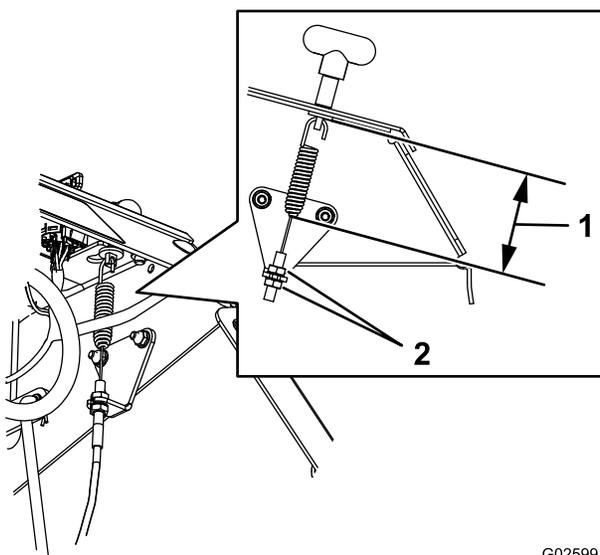

Figura 48
4. Afloje la contratuerca del cable del freno debajo de la consola (Figura 48).
5. Ponga el freno de estacionamiento (Figura 48).
6. Ajuste la posición de la contratuerca hasta obtener un espacio de 7.9 cm (3-1/8") desde la parte inferior del acoplamiento hasta el extremo inferior del muelle (Figura 48).
7. Apriete las contratuercas para ajustar el cable (Figura 48).